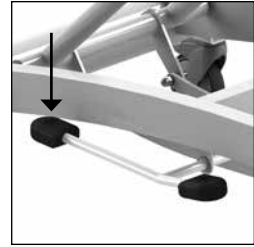

Abbildung 5 Anheben.
- Die Dusch- / Ankleideliege bewegt sich durch ruhiges und gleichmäßiges Drücken des langen Stücks des Fußpedals nach oben (*Siehe Abbildung 5*).